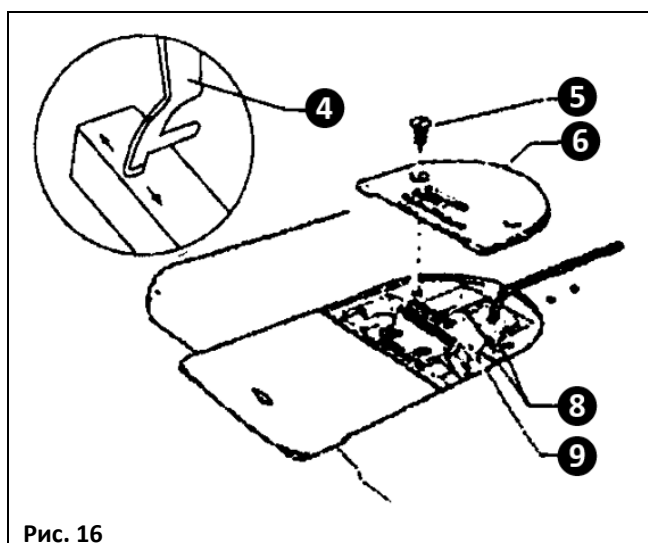

Рис. 16
- 2) Снимите винт ① и установочный палец ②.
- 3) Снимите винт ③ и неподвижный нож ④.
- * В случае некачественной обрезки необходимо заточить неподвижный нож (см. рис. 16).